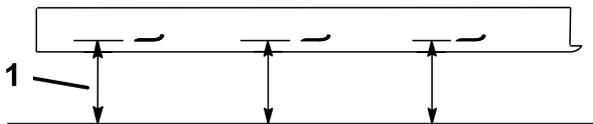

Figura 55
- Mida desde una superficie nivelada hasta el filo de corte, posición A, de las cuchillas (Figura 55).